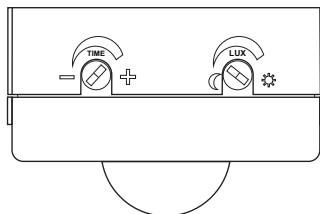

Fig. 2 - Controles de ajuste
- Ajuste de umbral (LUX) (fig. 2): el usuario puede ajustar el umbral de luz ambiente para el cual el interruptor se activará. Puede trabajar con la luz del día y durante la noche si se ajusta el umbral (LUX) hacia el dibujo del sol (giro horario). También puede activarse si la intensidad de iluminación es menor a 3 LUX cuando situa el ajuste de umbral (LUX) hacia el dibujo de la luna (giro anti-horario). Refiérase a la sección AJUSTE Y PRUEBAS para lograr un ajuste del umbral indicado más adelante en este manual.
- El ajuste del tiempo de apagado (TIME) puede realizarse a voluntad, el tiempo mínimo es de 10 segundos +/-3seg. hasta un máximo de 10 minutos +/-2min. (fig. 2)